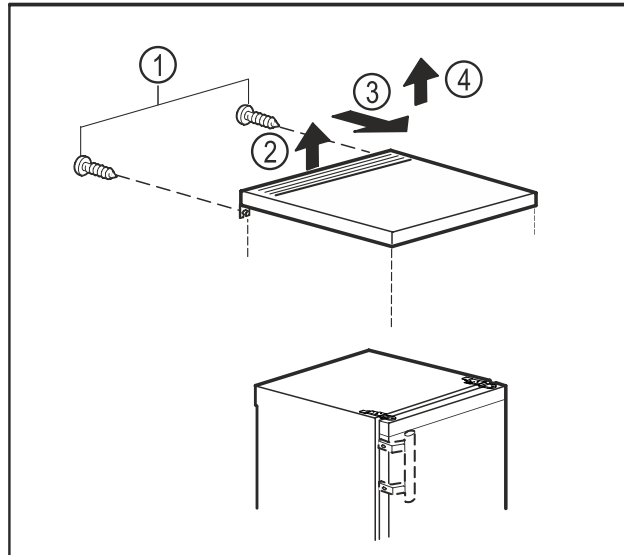

Fig. 6
- ▶ Викрутіть гвинти на задній панелі. Fig. 6 (1)
- ▶ Підніміть стільницю ззаду. Fig. 6 (2)
- ▶ Посуньте стільницю вперед. Fig. 6 (3)
- ▶ Підніміть стільницю вгору. Fig. 6 (4)